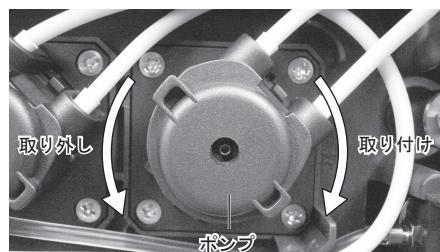

図36
- 5) ポンプを左に「カチッ」というまで回して、そのまままっすぐ引き抜いてください。(図 36)
- 7) 新しいポンプ(別売品)をモーター軸にゆっくり差し込み、右に「カチッ」とロックするまで回し取り付けてください。(図 36)